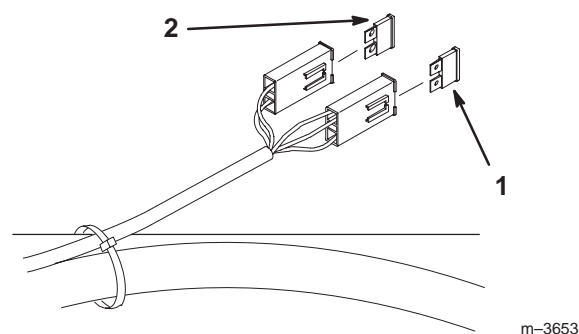

Figure 63
1. Soulevez le siège pour accéder au porte-fusibles (Fig. 63).
2. Pour remplacer un fusible, tirez dessus pour l'enlever (Fig. 63).
3. Remplacez le fusible (Fig. 63).